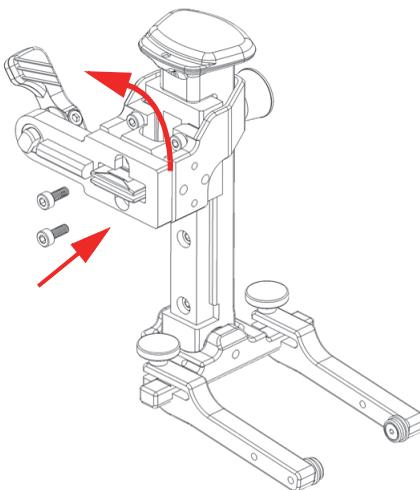

Figure 2-20 Inversion du support du bras à ressort
2. Faites pivoter le support du bras à ressort à 180 degrés (Figure 2-20 à la page 57).
3. Remettez les deux vis en place (Figure 2-20 à la page 57).